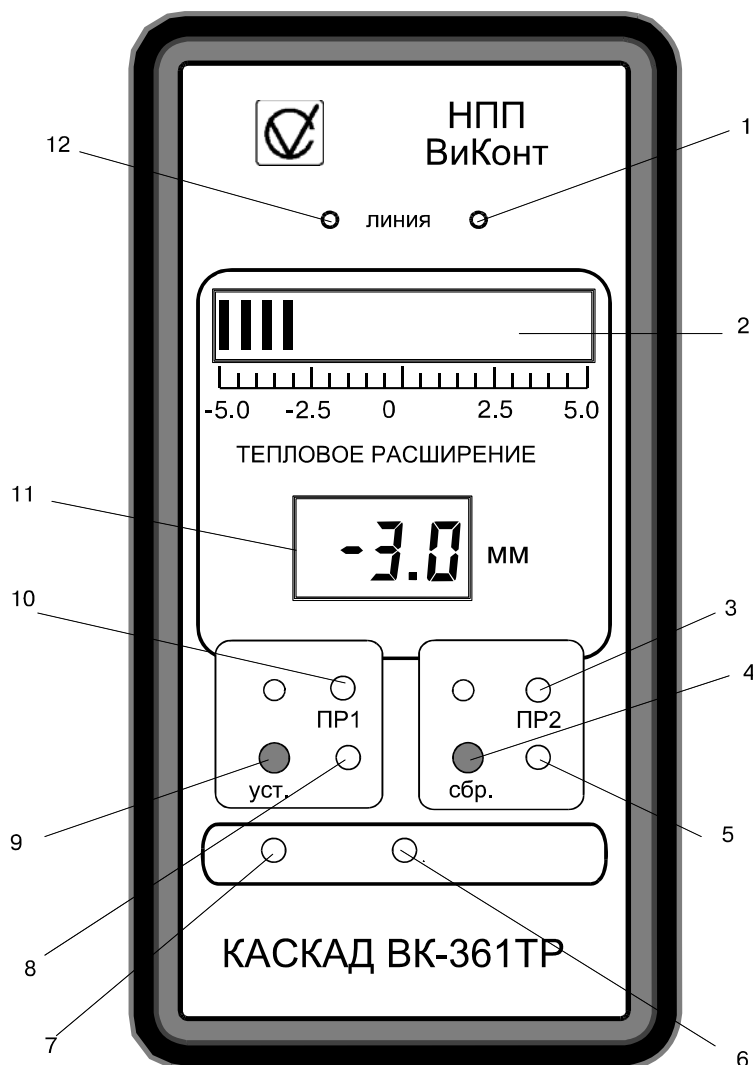

Рис. 4.
Внешний вид лицевой панели и назначение кнопок, регуляторов и индикаторов приведены на Рис. 4.
1. Нажмите на кнопку 9 на передней панели вторичного блока (см. Рис. 4). При этом на индикаторах будет показано текущее значение предупредительной уставки. Удерживая кнопку 9 в нажатом положении, вставьте отвертку в отверстие 8, под которым расположен регулятор. Вращайте отверткой, не отпуская кнопку 9 и наблюдая за показаниями индикатора 11. Прекратите вращение, как только на индикаторе высветится требуемое значение предупредительной уставки.
2. Нажмите на кнопку 4 на передней панели вторичного блока (см. Рис. 4). При этом на индикаторах будет показано текущее значение аварийной уставки. Удерживая кнопку 4 в нажатом положении, вставьте отвертку в отверстие 5, под которым расположен регулятор. Вращайте отверткой, не отпуская кнопку 4 и наблюдая за показаниями индикатора 11. Прекратите вращение, как только увидите на индикаторе требуемое значение аварийной уставки.
1. С помощью штыря  $\varnothing 2$  мм через отверстие 7 нажмите на кнопку, расположенную под этим отверстием (Рис. 4). Удерживая кнопку 7 в нажатом состоянии, медленно поверните регулятор 6 с помощью отвертки. Установите контрольное значение, наблюдая за показаниями индикатора 11 при повороте отвертки.
Если установленное значение перемещения превышает аварийную уставку, то с задержкой около 5 секунд контакты цепи аварийной сигнализации замкнутся, а красный светодиод 3 замигает (Рис. 4).